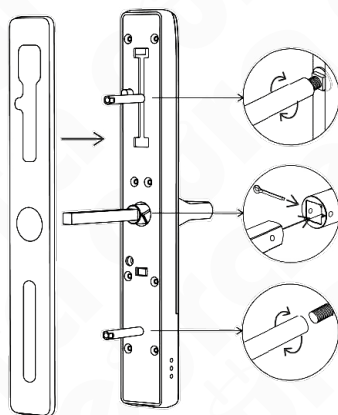

Fig. 11.
1. Secondo la Fig. 11, installare la rondella di gomma e avvitare i manicotti di montaggio (il set comprende due tipi di manicotti che devono essere selezionati in base allo spessore della porta) al corpo della maniglia anteriore.